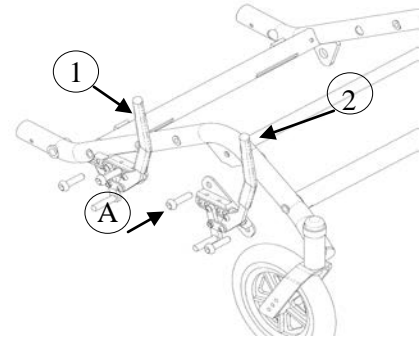

Figure 34 – Emplacement du système de frein
1. Déterminer la position des freins (figure 34):